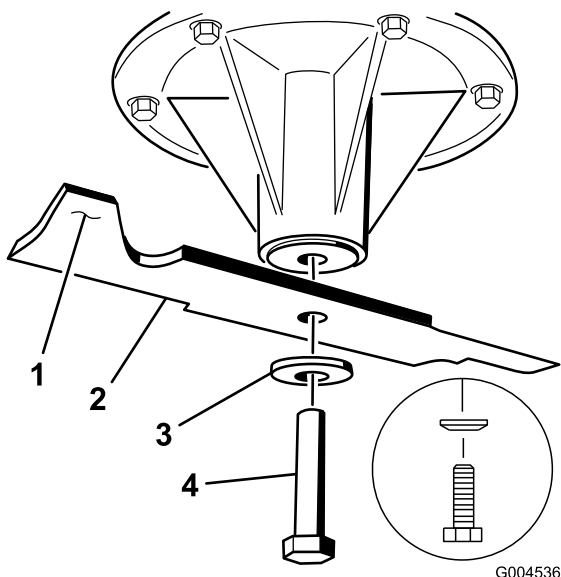

Figura 81
1. Montate la lama sull'asse del fusello (Figura 81).
2. Montate il disco elastico e il bullone della lama (Figura 81).
Nota: Il cono del disco elastico deve essere rivolto verso la testa del bullone (Figura 81).